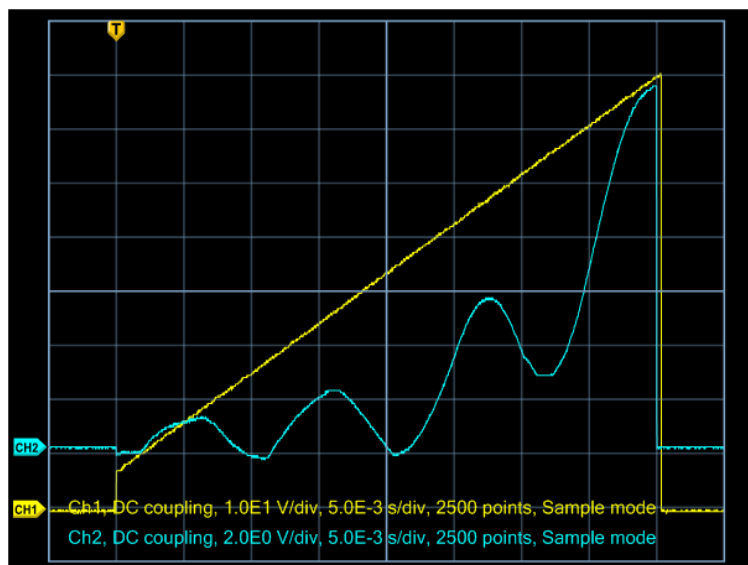

Figura 2: Esempio delle curve U_A (CH1) ed I_C/R (CH2) acquisite al termine dell'esperienza.
- Disattivare la modalità $X - Y$ dell'oscilloscopio e tornare nella modalità due tracce. Impostare il trigger sul modo fronte di salita di U_A ed acquisite le due tracce U_A e I_C per l'analisi dati successiva. Dovreste osservare delle curve simili a quelle riportate in figura 2.